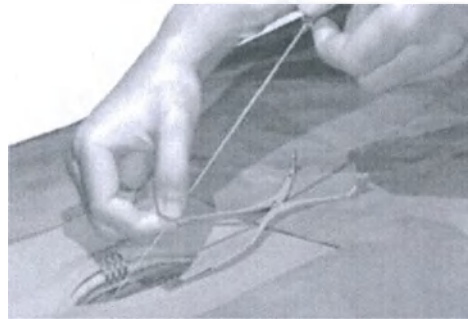

Рисунок 6. Извлечение вводной иглы
2. Аккуратно вытащите вводную иглу из эпидурального пространства, медленно потянув ее в направлении проксимального конца электрода, удерживая электрод на месте (рисунок 6).